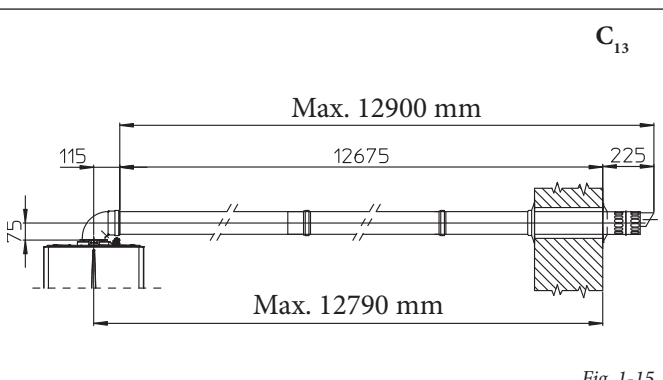

Fig. 1-15
• Prolunghe per kit orizzontale Ø 60/100 (Fig. 1-15). Il kit con questa configurazione può essere prolungato fino a una *misura max. di 12,9 m* orizzontali, compreso il terminale grigliato ed esclusa la curva concentrica in uscita dalla caldaia. Tale configurazione corrisponde ad un fattore di resistenza uguale a 100. In questi casi è necessario richiedere le apposite prolunghe.